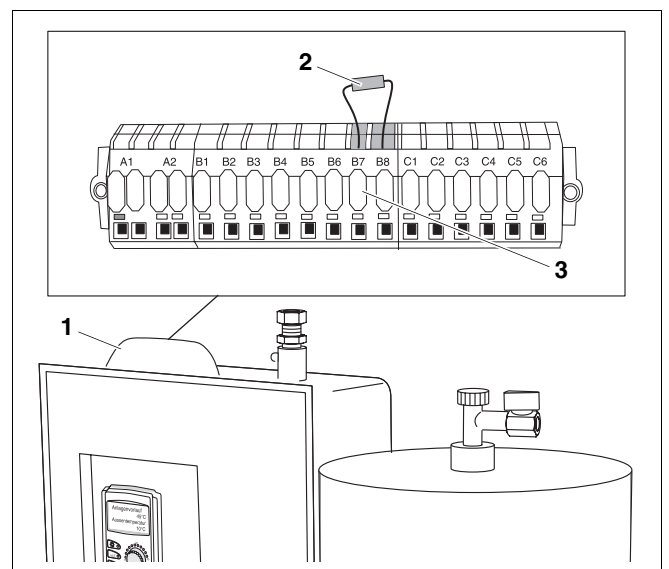

Abb. 6 Anschlussklemmen B7 und B8 mit Widerstand überbrücken
- Nehmen Sie die Abdeckhaube von der Klemmleiste (Abb. 6, **Pos. 1**).
- Drücken Sie (z. B. mit einem Schraubendreher) den Drücker B7 (Abb. 6, **Pos. 3**).
- Überbrücken Sie mit dem Widerstand 2,2 k Ω die Klemmen B7 und B8 (Abb. 6, **Pos. 2**). Stecken Sie dazu den Anschlussdraht des Widerstandes in die Klemme B7 und nehmen Sie den Schraubendreher vom Drücker. Der Draht des Widerstandes ist eingearstet und sitzt fest in der Klemme.